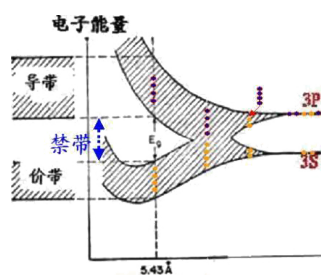

图2 禁带、导带、价带
- （禁带、导带、价带：当原子间距接近原子间的平衡距离时，该能带再次分裂为两个能带。两个能带之间的没有可能的电子态的区域，称为**禁带**。可以认为来源于孤立原子不同原子轨道之间的能隙。在禁带上方的能带叫导带，下方的能带叫价带。见图2）